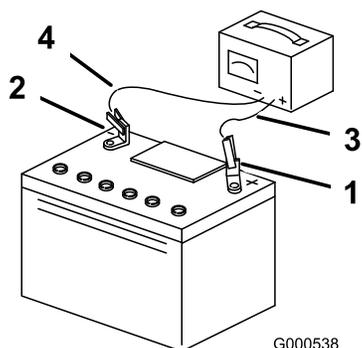

Рисунок 51
5. После полной зарядки аккумулятора отсоедините зарядное устройство от электророзетки и штырей аккумулятора (Рисунок 51).